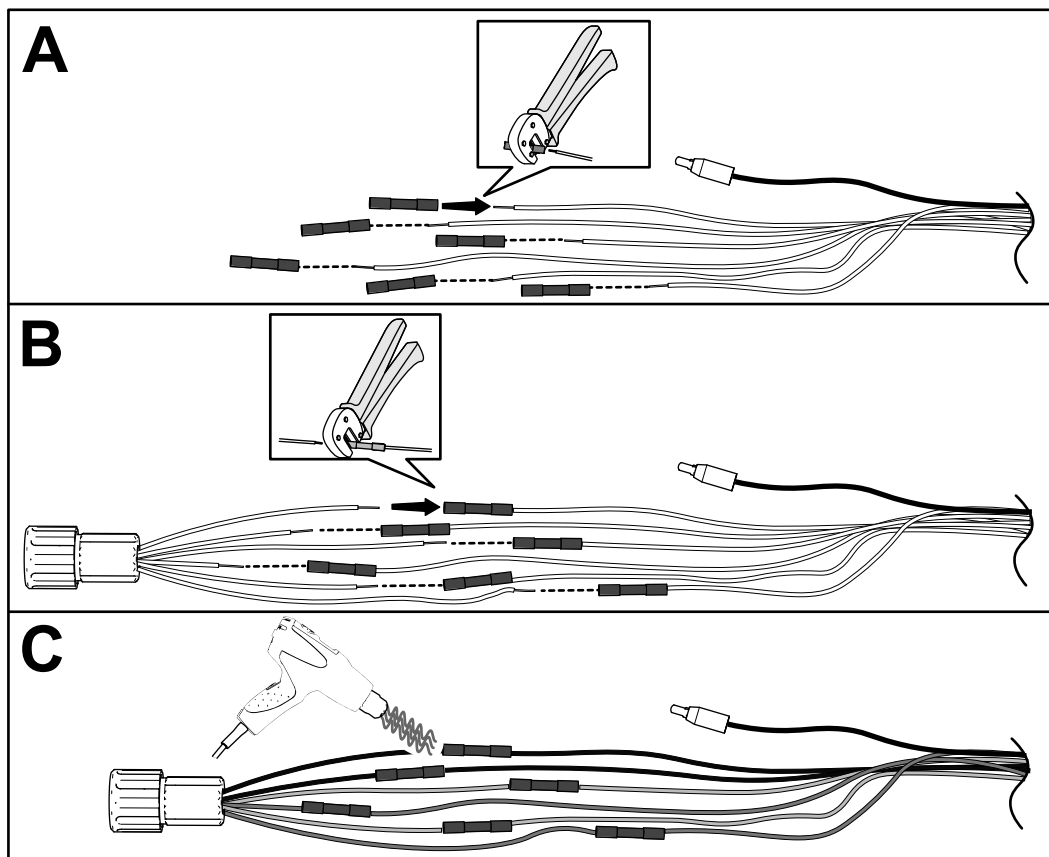

Figure 7
8. Sur le faisceau existant, placez une épissure à extrémité ouverte sur l'extrémité des 6 fils restants, l'un après l'autre, à l'aide d'un outil de sertissage placé à la position correspondante (20-18 AWG) ; voir A de Figure 7.
9. Insérez chacun des fils de l'adaptateur du moteur dans l'épissure à extrémité ouverte correspondante, en assortissant la couleur de l'isolant, puis sertissez soigneusement le connecteur (B de Figure 7).
10. Avec un pistolet à air chaud, rétractez l'isolation de l'épissure jusqu'à ce que l'adhésif soit ressorti à chaque extrémité (C de Figure 7).